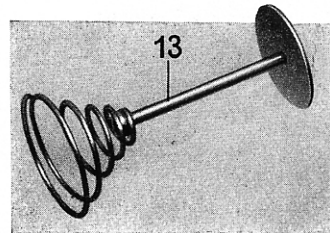

Abb. 4
Der Kondensator-Einsatz KR 2 (mit Kontrollampe) kann nachträglich im Fachhandel gekauft werden. Da der Einsatz den längeren Batteriebehälter nicht ganz ausfüllt, muß man ein Kontakt-Zwischenstück (13), das ebenfalls im Fachhandel zu haben ist, verwenden, siehe Abbildung 4. Die Druckfeder in der Verschlusskappe (5) des Batteriebehälters wird entfernt und an ihre Stelle das Kontakt-Zwischenstück (13) eingesetzt. Den Kondensator-Einsatz steckt man mit der gebogenen Feder zum Schwenkkopf (2) zeigend in den Batteriebehälter hinein. Dann setzt man die Verschlusskappe (5) in der gleichen Weise auf, wie im vorhergehenden Abschnitt beschrieben wurde.